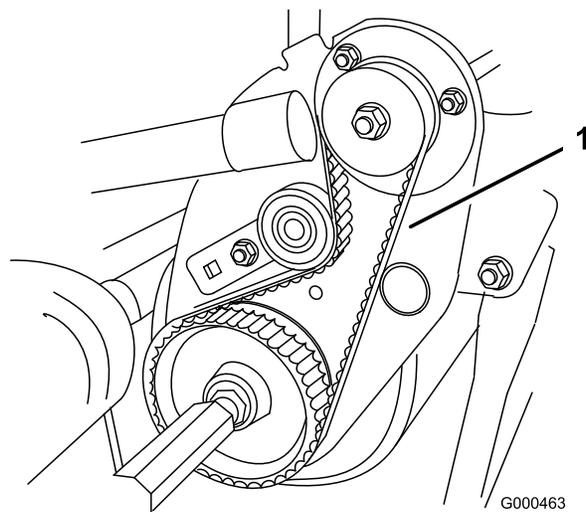

图45
2. 使用 $1.80 \pm 0.45\text{kg}$ 的力按压滑轮之间皮带轮（图45）中间的位置，检查皮带的张紧力。皮带应下压 4.8~7.9mm。如果下压不正确，请转至下一步。